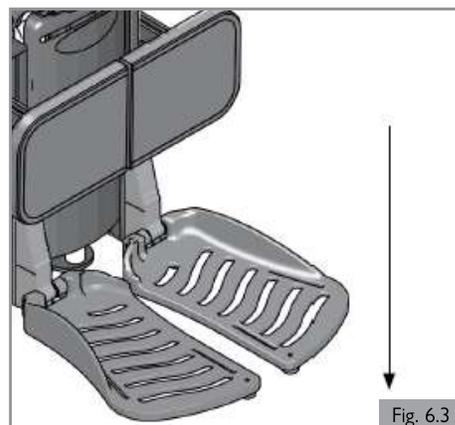

Fig. 6.3
#### Abaissement des palettes centrales (Fig. 6.3)
4. Actionnez la manette de contrôle vers l'avant jusqu'à ce que les palettes touchent le sol. (Fig. 6.3)